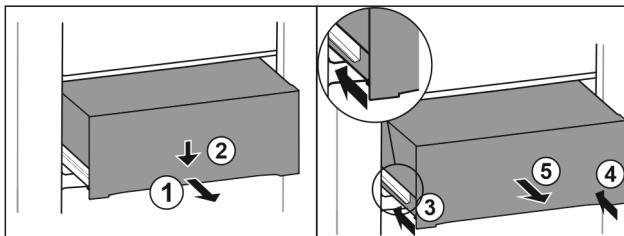

Fig. 70
► Изтеглете чекмеджето наполовина. Fig. 70 (1)
► Натиснете надолу чекмеджето от предната страна. Fig. 70 (2)
► Вкарайте лявата релса приблизително 2 см навътре. Fig. 70 (3)
► Вкарайте дясната релса приблизително 2 см навътре. Fig. 70 (4)
► Извадете чекмеджето напред. Fig. 70 (5)